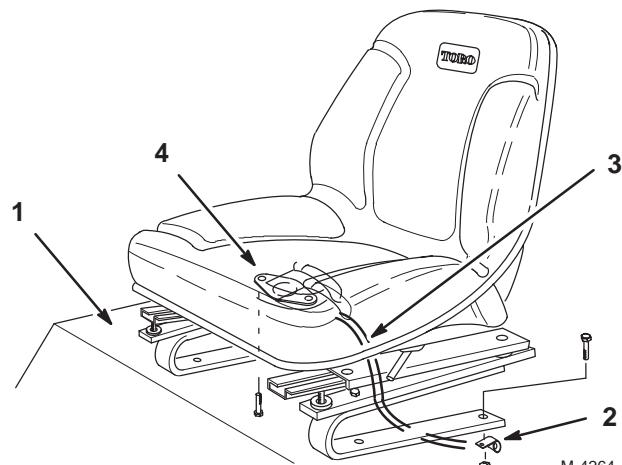

Figure 2
- Placez l'ensemble siège sur le socle en alignant les trous de montage (Fig. 2).
- Enfilez le collier sur le fil du commutateur du siège (Fig. 2).
- Utilisez le trou avant gauche pour fixer légèrement le collier et le siège sur le socle à l'aide de vis d'assemblage et contre-écrous (Fig. 2).
- Montez le siège sur le socle au moyen des (3) boulons et contre-écrous restants.
- Passez le fil du commutateur du siège dans la fente du socle et raccordez le connecteur au commutateur (Fig. 2).